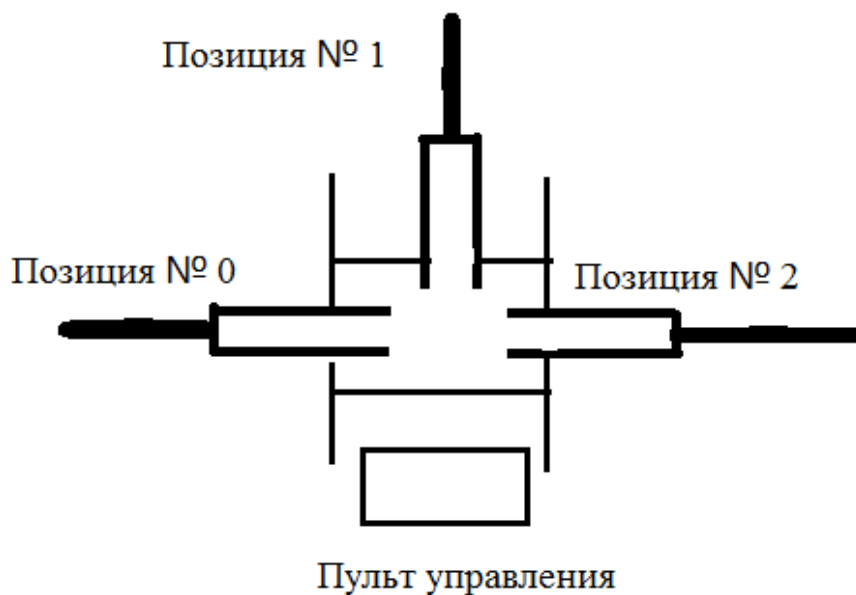

Рис. 3. Позиции поворота турели манипулятора
Алгоритм поведения робота-манипулятора складывается из технологических требований производства с учетом ограничений, вызванных конструктивными особенностями. Изменение углов поворота турели, углов наклона стрелы и высоты подъема штока достигается путем перестановки соответствующих датчиков, контролирующих положение в пространстве этих органов. Частотный преобразователь позволяет задавать различные характеристики скоростей вращения электродвигателя подъема и опускания штока, включая участки разгона и торможения. На рис. 3 приведена схема расположения позиций поворота турели манипулятора (вид сверху).
3. Турель находится в позиции № 0 (рис. 3).